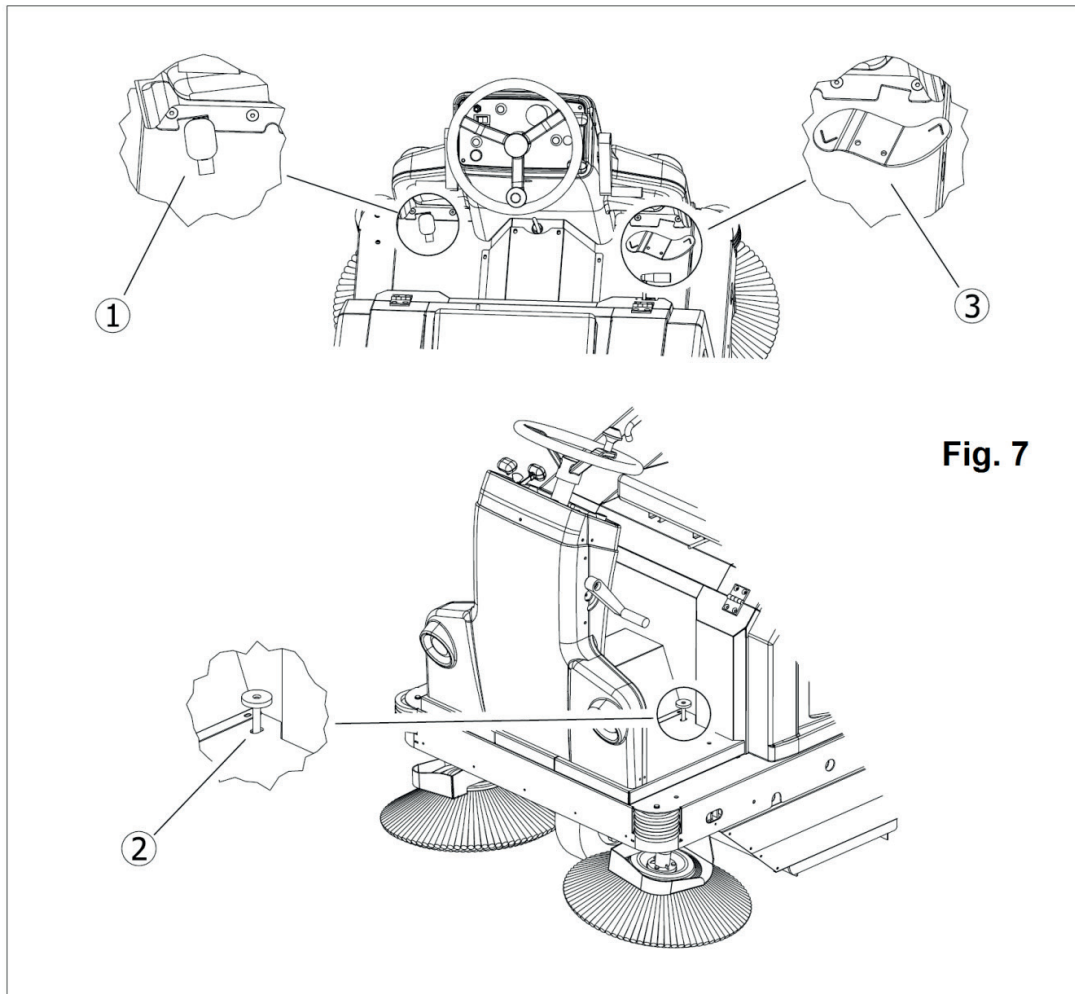

Fig. 7
Die Klappenhebevorrichtung **Det. 2 in Abb. 7**, ermöglicht, durch Treten des Pedals, das Anheben der vorderen Dichtung **Det. 3 in Abb. 5**, so dass größere Gegenstände aufgenommen werden können. Dies eignet sich also für Blätter, Zigarettenschachteln usw.
Bei Betätigung dieses Pedals **Det. 1 in Abb. 7** wird die Maschine verlangsamt und angehalten (bis zum Loslassen des Pedals).
**Det. 3 in Abb. 7.** Dieses Pedal dient zum Vorwärts- und Rückwärtsfahren der Maschine, nachdem sie eingeschaltet wurde. Das Pedal stufenweise drücken, nie mit brusken Bewegungen, damit man einen sanften Start und eine stufenweise Beschleunigung erhält. Im Rückwärtsgang ist die Geschwindigkeit aus Sicherheitsgründen sehr viel niedriger. Im Leerlauf kann die Maschine nach vorn und nach hinten geschoben werden.
- Mit dem rechten Fuss das Bewegungspedal in Richtung Vorwärtsgang treten, **Det. 3 in Abb. 7**, (siehe Pfeil auf dem Pedal). Das Pedal stufenweise drücken, nie mit brusken Bewegungen, damit man einen sanften Start und eine stufenweise Beschleunigung erhält.
- Mit dem rechten Fuss das Bewegungspedal in Richtung Rückwärtsgang treten, **Det. 3 in Abb. 7**, (siehe Pfeil auf dem Pedal). Das Pedal stufenweise drücken, nie mit brusken Bewegungen, damit man einen sanften Start und eine stufenweise Beschleunigung erhält. Die Geschwindigkeit im Rückwärtsgang ist aus Sicherheitsgründen sehr viel geringer.